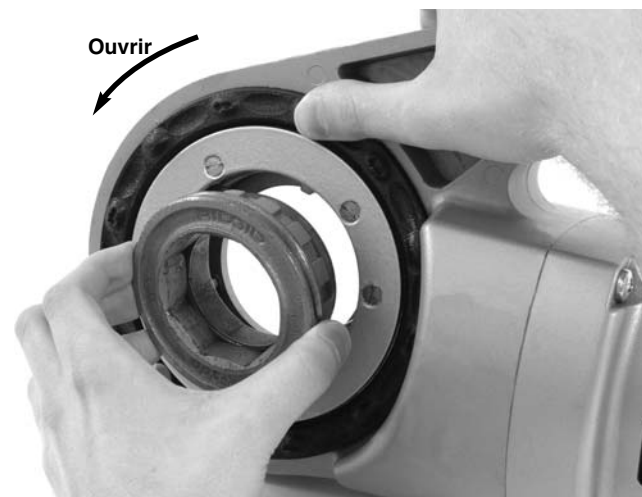

Figure 8 – Installation de l'adaptateur sur la 690-I
- b. Au besoin, installez l'adaptateur du 690-I (*Figure 8*).